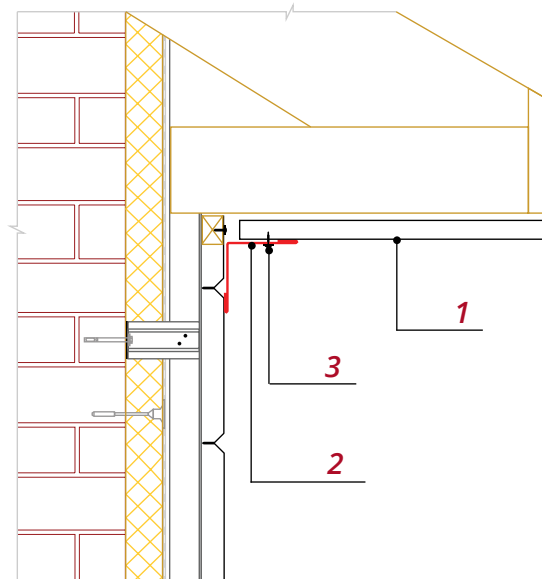

Рис. 26
- Если требования к внешнему виду объекта не требуют скрыть крепеж, для окончания отделки фасада используйте Планку угла внутреннего 50\*50 (рис.26).